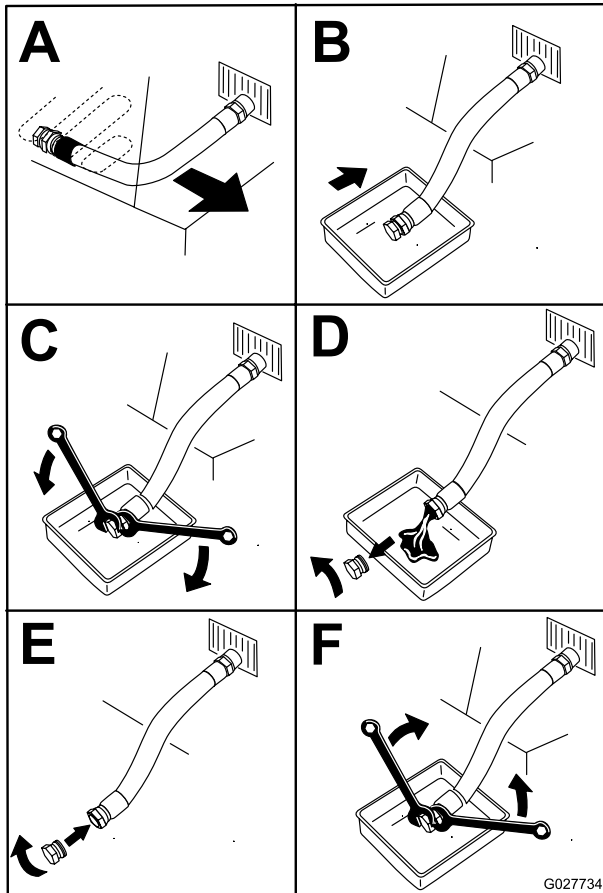

Figura 47
4. Drene el aceite del motor (Figura 47).